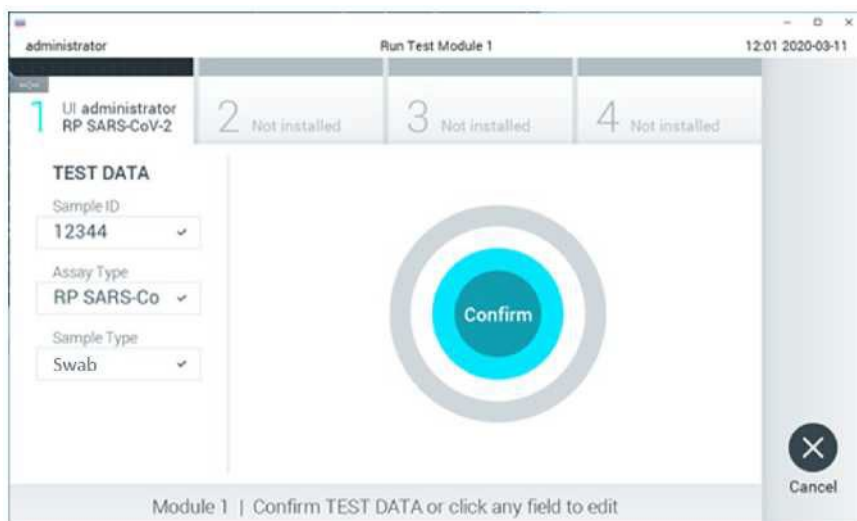

Рис. 14. Подтверждение ввода данных.
10. Нажмите **«Confirm» (Подтвердить)**, когда все отображаемые данные верны. При необходимости выберите соответствующее поле, чтобы отредактировать его содержимое, или нажмите **Cancel «Отмена»**, чтобы отменить тест (рис. 14).